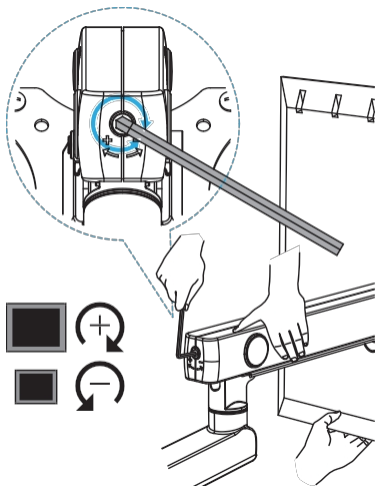

Figure 19
1. Repérez la **vis de réglage de la tension** sur le **bras compensateur**. (Figure 19)